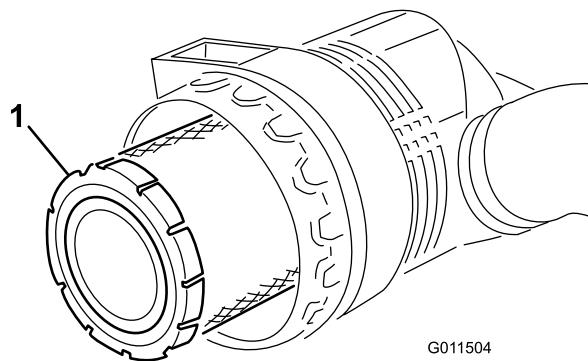

Рисунок 74
5. Снимите и замените фильтр грубой очистки(Рисунок 74).